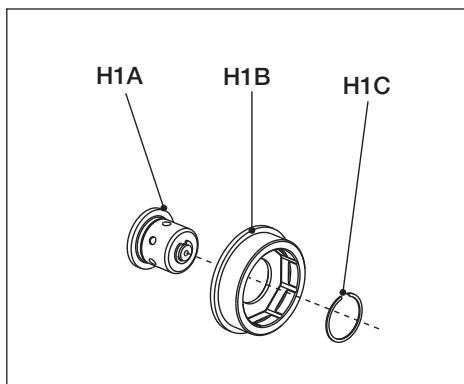

Рис. 27
5.3.10 Снятие и установка кнопки фиксатора хвостовика (рис. 27)